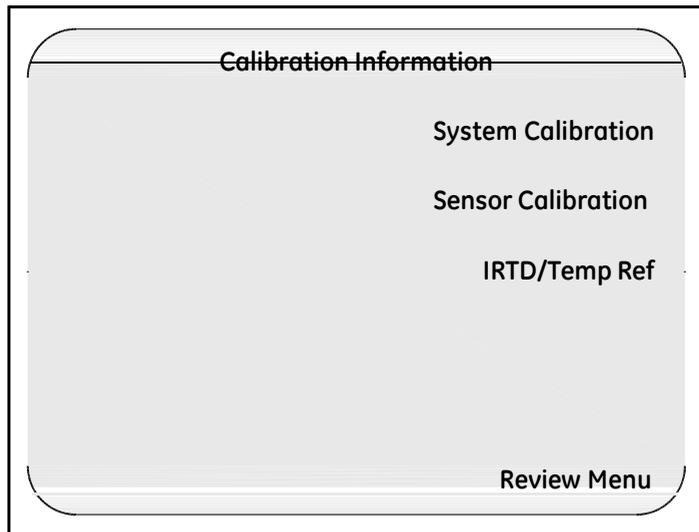

图 20: Calibration Information (校准信息) 界面
4. 按 **Cal Menu (校准菜单)** . 显示 **Calibration Information** 界面(图 20 所示).